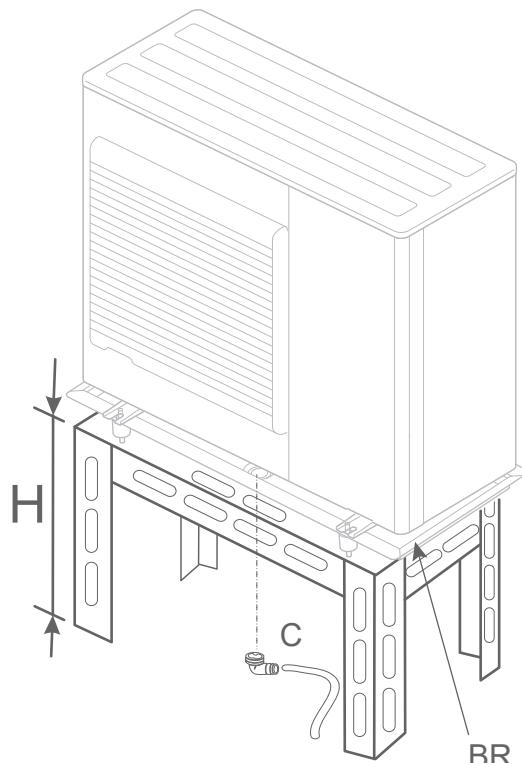

fig. 11 - Pose de l'unité extérieure, évacuation des condensats
- En fonctionnement, de l'eau peut s'évacuer de l'unité extérieure. Ne pas installer l'appareil sur une terrasse, mais préférer un endroit drainé (lit de graviers ou sable). Si l'installation est réalisée dans une région où la température peut être inférieure à 0°C pendant une longue période, vérifier que la présence de glace ne présente aucun danger. Il est aussi possible de raccorder un tuyau d'évacuation sur le bac de récupération de condensats (option) (fig. 11).
L'unité extérieure doit être surélevée d'au moins 50 mm par rapport au sol. Dans les régions enneigées, cette hauteur doit être augmentée mais ne pas dépasser 1.5 m (*fig. 11*).